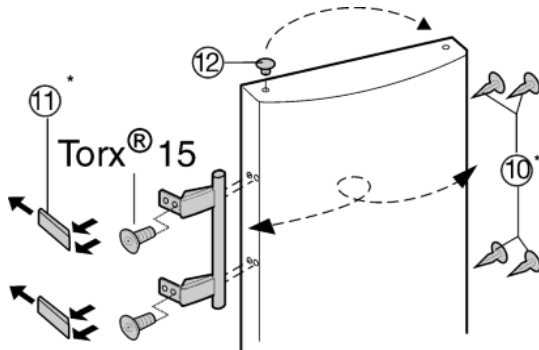

Fig. 7
- ▶ Извадете тапата *Fig. 7 (12)* от лагерната втулка на вратата и я преместете.
- ▶ Демонтирайте дръжките на вратата, тапите *Fig. 7 (10)* и притискателните плочи *Fig. 7 (11)* и ги монтирайте на другата страна.